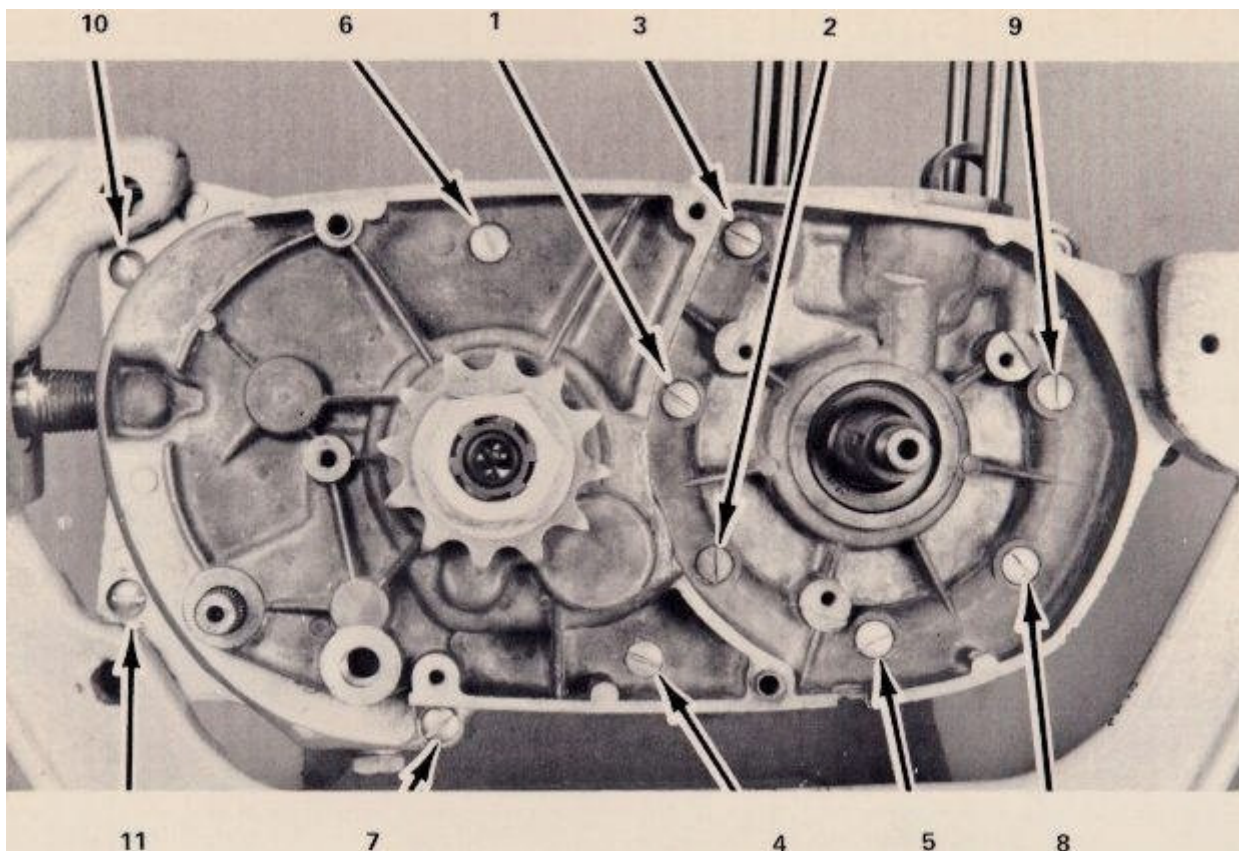

FIG. 93
12. Apague el motor para que el lado magneto de los casos el motor mira hacia usted. Ponga las nueve de largo y dos tornillos cortos caja del motor en su lugar (Fig. 93). Con un destornillador grande, gire los tornillos hacia adentro hasta que se acaba de ajuste. No apriete hasta que todos los tornillos estén ajustados.